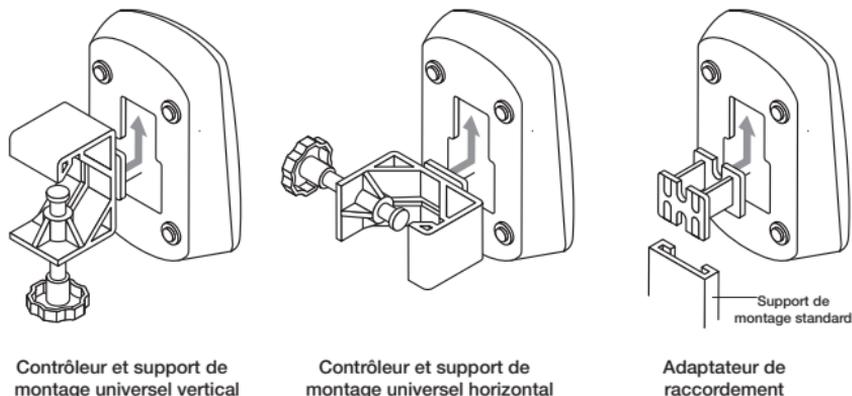

Figure 9. Configuration du contrôleur Aerogen Pro et du support de montage universel
3. Utiliser le support de montage universel pour fixer le contrôleur à une potence pour intraveineuse ou à une barre du lit, à la verticale ou à l'horizontale (figure 9). Ne pas serrer excessivement la molette.
Si un support de montage standard est disponible, utiliser l'adaptateur de raccordement pour maintenir le module de commande (figure 9).